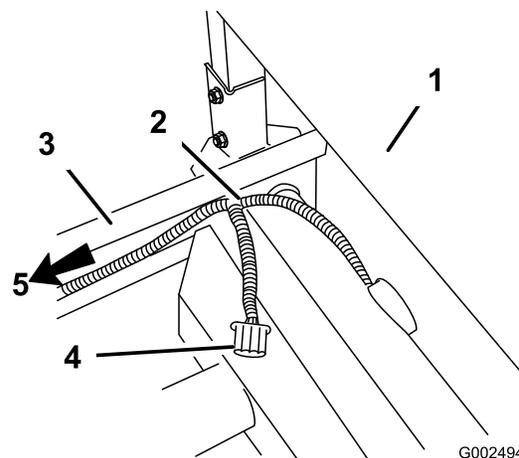

Figura 9
11. Na cobertura do sistema de protecção contra capotamento, na parte de trás do banco, oriente a cablagem para cima a partir da parte de baixo do banco e por cima da estrutura. Certifique-se de que o conector de alimentação do sistema de pulverização está retirado da parte de baixo do veículo (Figura 9).
12. Oriente a cablagem ao longo da estrutura e para trás em direcção ao sensor de velocidade com a cablagem existente (Figura 9).
15. Oriente a cablagem ao longo da estrutura e para trás em direcção a onde o sensor de velocidade está ligado à cablagem existente (Figura 9).